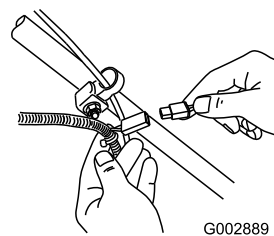

Figure 28
1. Branchez le chargeur sur le faisceau de câblage situé sous la clé de contact (Figure 28).